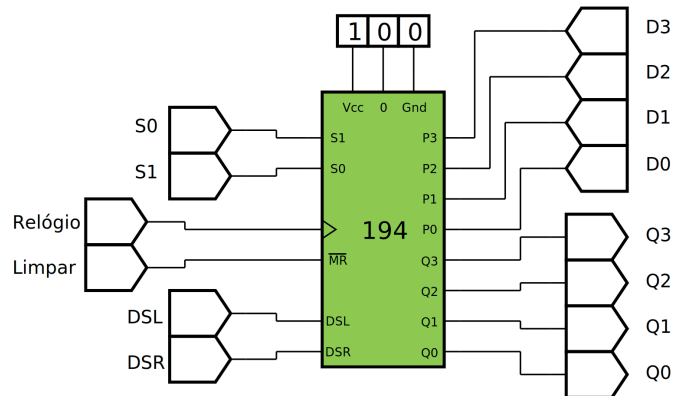

Figura 11.17 – Diagrama esquemático.
- Utilize um programa de simulação em computador (SmartSim, Atanua, Qucs) faça a simulação do circuito da figura 11.17. Compare os resultados com a tabela 11.6.